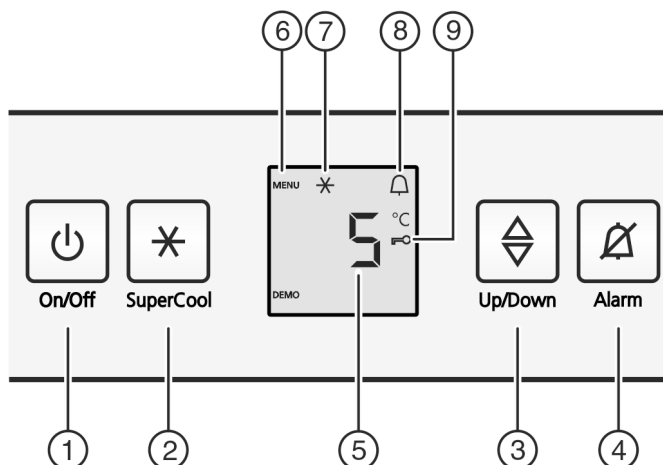

Fig. 2
- ▶ Naciśnąć przycisk On/Off Fig. 2 (1).
- ▶ Nacisnąć i przytrzymać przycisk SuperCool *Fig. 2 (2)* przez ok. 5 sekund.
- ▷ Na wskaźniku pojawia się symbol menu *Fig. 2 (6)*.
- ▶ Krótko potwierdzić przyciskiem SuperCool *Fig. 2 (2)*.
- ▷ Na wskaźniku świeci symbol zabezpieczenia przed dziećmi *Fig. 2 (9)*.
- ▶ Krótko wcisnąć przycisk On/Off *Fig. 2 (1)*.
- ▶ Nacisnąć przycisk Alarm *Fig. 2 (4)*.
- ▶ Wywoływanie funkcji temperatury: Nacisnąć przycisk ustawiania *Fig. 2 (3)*.
- ▶ Zmiana temperatury krokami po 1 °C: Tyle razy naciskać przycisk ustawiania *Fig. 2 (3)*, aż na wskaźniku temperatury pojawi się żądana temperatura.
- ▶ krótko nacisnąć przycisk SuperCool *Fig. 2 (2)*.
- ▷ Na wskaźniku świeci symbol SuperCool *Fig. 2 (7)*.
- ▷ Na wskaźniku gaśnie symbol SuperCool *Fig. 2 (7)*.